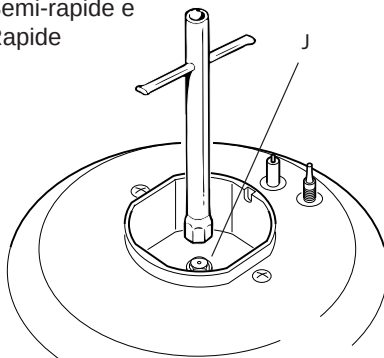

Fig. 2.4
- A l’aide d’une clé plate, remplacer les injecteurs “J” (figs. 2.4, 2.5) par ceux qui conviennent au gaz que l’on va utiliser (voir “Tableau des injecteurs”).